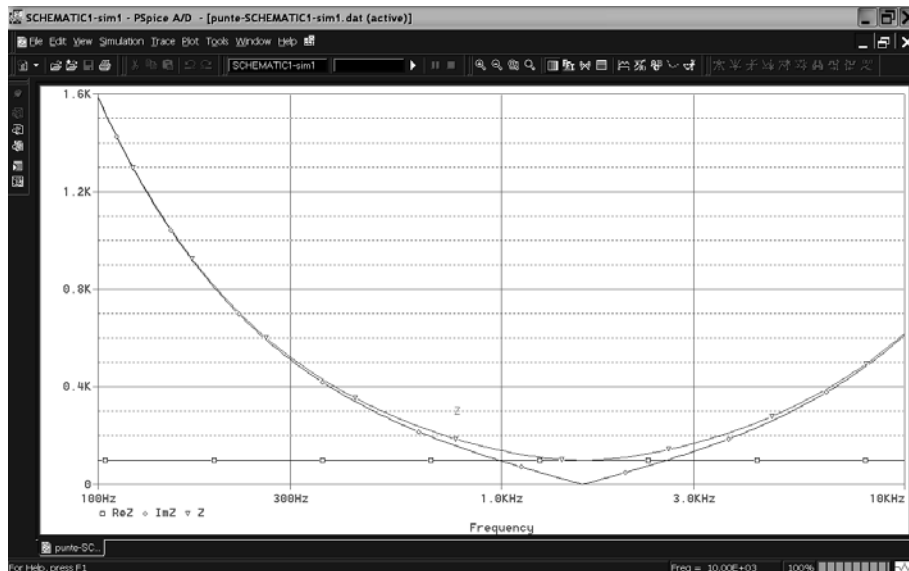

Figura 5.37. Reprezentarea lui  $Z$ ,  $\text{Re}(Z)$  și  $\text{Im}(Z)$  în funcție de frecvență
1. Realizați macrouri pentru  $Z$ ,  $\text{Re}(Z)$  și  $\text{Im}(Z)$  și reprezentați-le grafic în Probe, pentru  $R = 100 \Omega$  (figura 5.37).